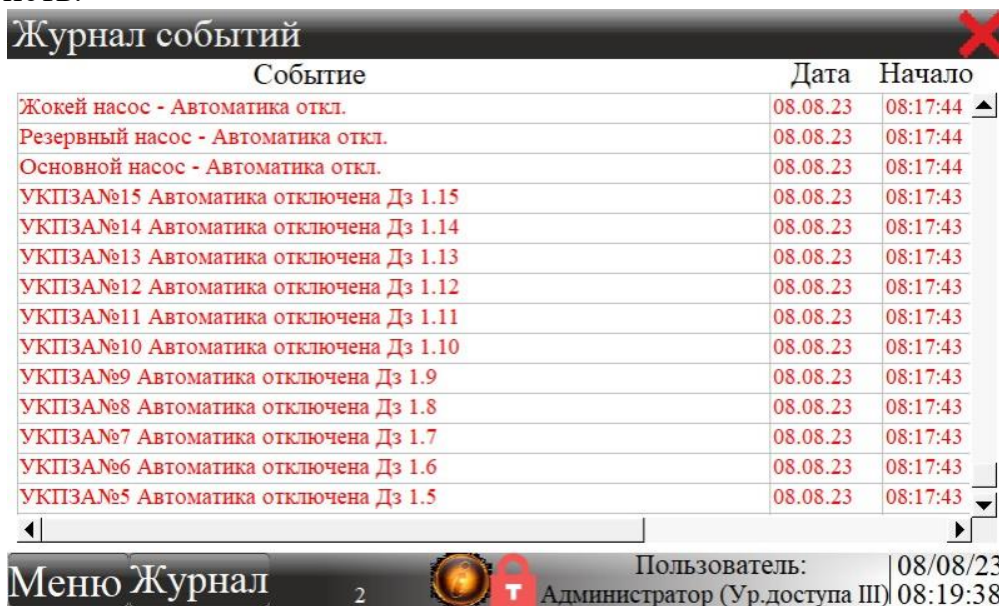

Рисунок 9 – Окно «Журнал событий»
8.11 При нажатии на кнопку «Журнал», откроется окно «Журнал событий» - рисунок 9. В «Журнале событий» отображается последовательность всех состояний подключенных устройств.